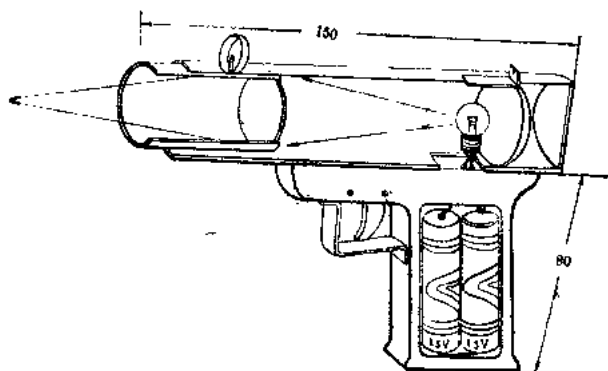

图 6-4
射到透镜上去，使从光电枪的枪膛里射出的光线尽可能强一些，这样可以作比较远的打靶练习。⑦是瞄准用的标尺（也有把它叫作“照门”的），它同前面的准星一起作瞄准目标用的。⑧是木枪把，在枪把里面装有电池⑨供给灯泡发光用。⑩是扳机护板。⑪是扳机。图 6-4 是光电手枪的结构图，它同光电步枪结构差不多，就不一一介绍了。
光电手枪的构造见图 6-4，我们做过了光电步枪之后，一看图就明白了，同光电步枪不同的地方就是尺寸小一些。因此大家可以按照图 6-4 的样子，参考光电步枪的制作方法自己去做，这里就不再讲了。